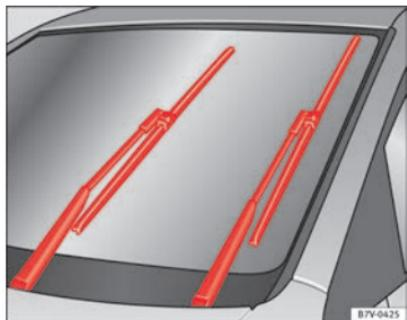

Fig. 130 Tergicristalli in posizione di manutenzione
- Accendere e spegnere il quadro e successivamente (prima di circa 9 secondi), spostare la leva dei tergicristalli nella posizione di tergitura ad escursione singola. Le spazzole si posizionano nella posizione di manutenzione ⇒ fig. 130.